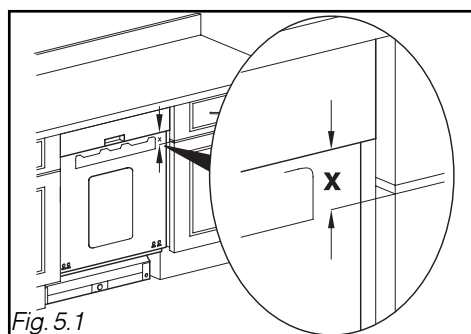

Fig. 5.1
- Mesurez la cote **X** entre le bas du bandeau et le haut de la porte du meuble adjacent (Fig. 5.1)